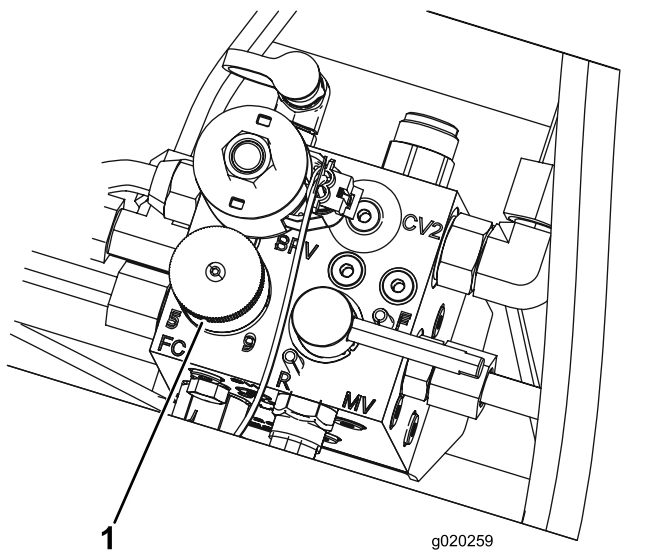

図 37
4. リールの速度を設定するには、ノブ **図 37** を回して、ノブの矢印を、所定の番号に合わせます。